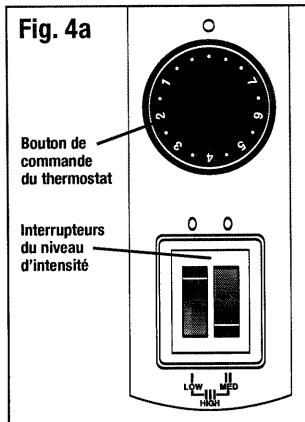
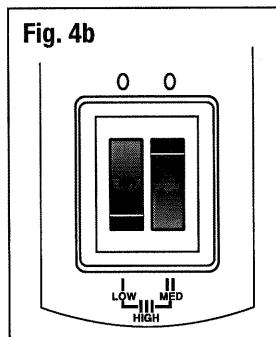
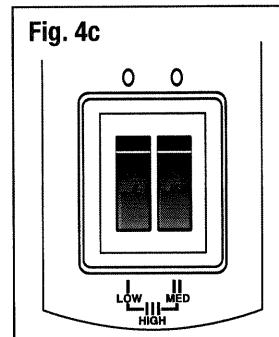

Fig. 4a
Fig. 4b
Fig. 4c
- Este radiador cuenta con tres niveles de temperatura. Pulse I para obtener temperatura baja (Low). Pulse II para temperatura media (Medium) y pulse conjuntamente I y II para alcanzar la temperatura alta (High). (**Fig. 4a** : I pour 600 W/BAS (LOW), **Fig. 4b** : II pour 900 W/MOYEN (MED) ou **Fig. 4c** : III pour 1 500 W/ÉLEVÉ (HIGH). On peut ainsi choisir le réglage approprié pour obtenir la température qui répond à son confort. Comme l'appareil ne consomme pas autant d'électricité quand il fonctionne aux réglages de chaleur bas et moyen, ces réglages sont plus économies en énergie et peuvent représenter de meilleures options pour les personnes qui sont préoccupées par le courant tiré sur un circuit, lorsque l'appareil de chauffage est réglé à l'intensité maximale.